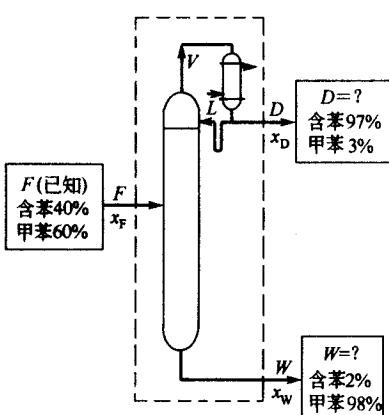

图 0-1 例 0-1 附图
**【例 0-1】** 如图 0-1 所示，连续操作的精馏塔将 15000kg/h 含苯 40% 和甲苯 60% 的混合液分离成为含苯 97% 的馏出液和含甲苯 98% 的残液（以上均为质量分